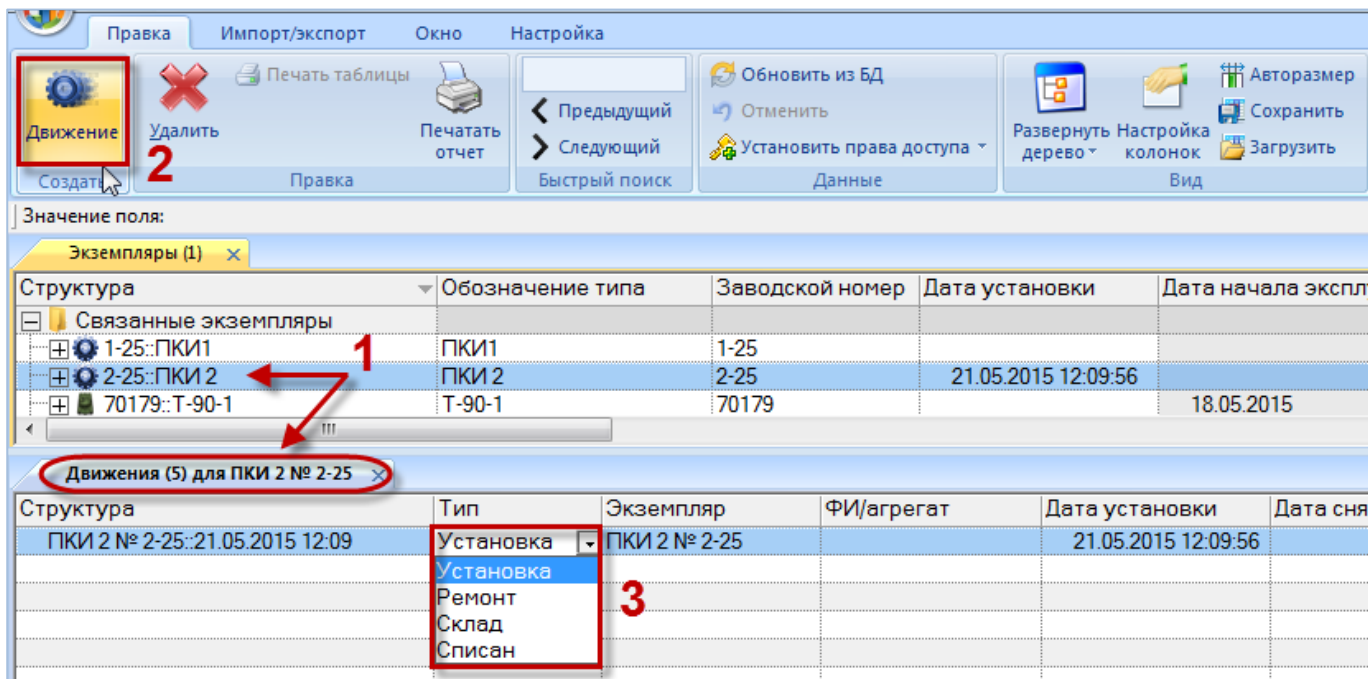

Рис. 23-37 – Создание движения экземпляра ПКИ в результате его установки в вышестоящую сборку
4) Перейти в открывшееся окно связанных объектов «Движения» ПКИ в эксплуатации и нажать кнопку «Движение» панели «Создать» (1 и 2 на рис. 23-37).
5) В окне связанных объектов «Движения» ПКИ в эксплуатации будет создано движение. Поле «Тип» откроется на редактирование – выбрать из раскрывшегося списка значение «Установка» (3 на рис. 23-37).